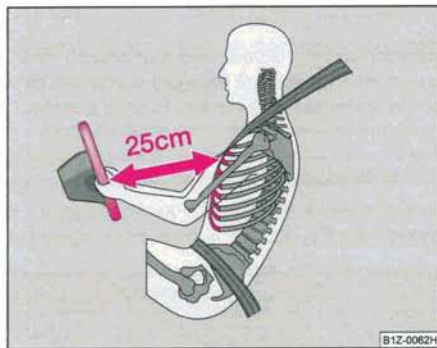

Fig. 127 Bonne distance par rapport au volant
- Le conducteur doit être au minimum à 25 cm du volant ⇒ fig. 127. Les sacs gonflables ne peuvent pas vous protéger si vous en êtes plus près - danger mortel!